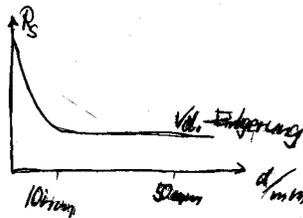

Abbildung 22: spezifischer Widerstand
**Warum nimmt der spezifische Widerstand von Leitern mit steigender Temperatur zu (Abbildung 22)?** Ursache: thermische Schwingung der Gitteratome